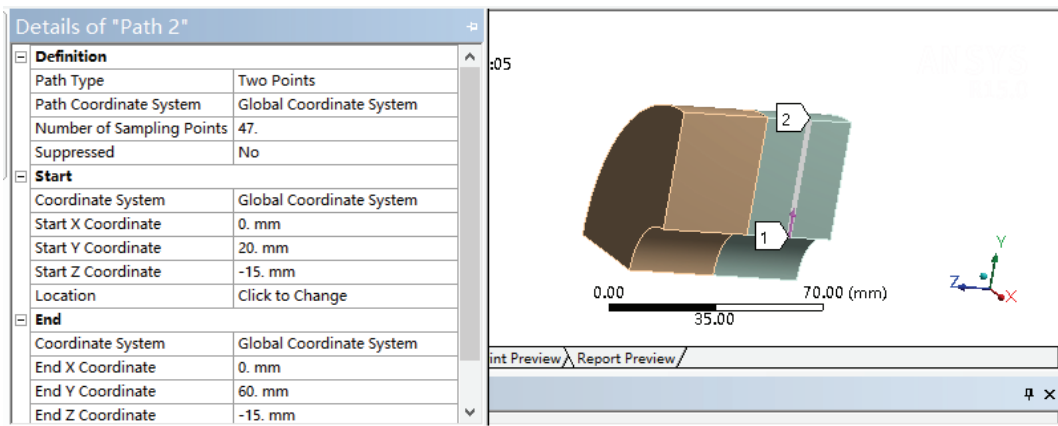

图 22-10 Path 2 对象设置
5) 选择 **Path 2** 对象, 在其细节窗口中设置如图 22-10 所示。